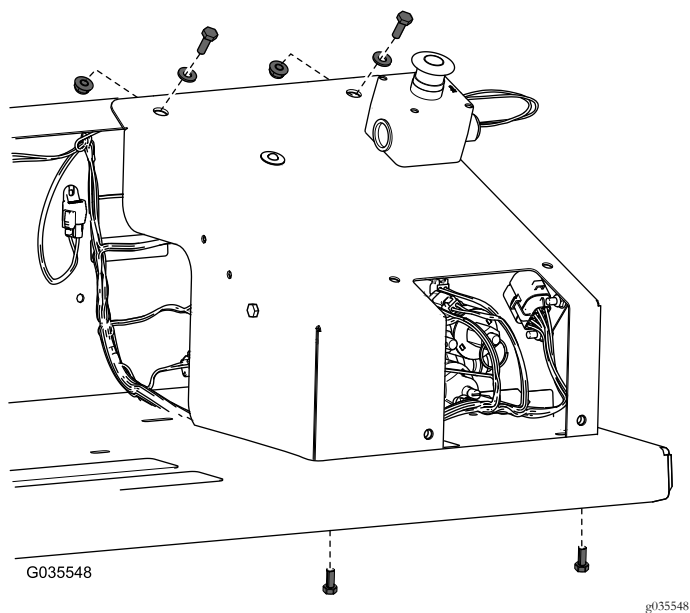

Figure 20
11. Fixez le couvercle à l'aile à l'aide des boulons, rondelles et écrous appropriés (Figure 20).